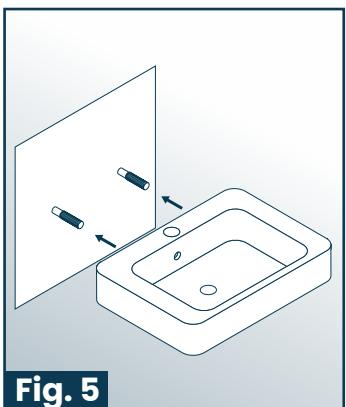
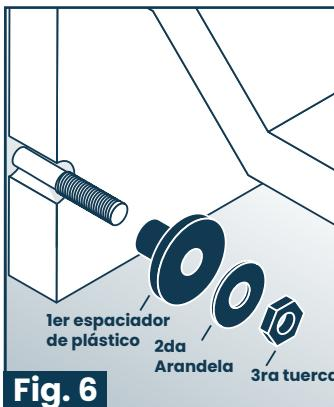

Fig. 5
Fig. 6
6. Hang the sink onto the bolts and slide the plastic spacer and washer over the bolt(s), followed by the metal washer and nut. (Fig. 5) (Fig. 6)
- Cuelgue el fregadero en los pernos y deslice el espaciador de plástico y la arandela sobre los pernos, seguidos por la arandela de metal y la tuerca. (Fig. 5) (Fig. 6)
6. Accrochez l'évier aux boulons et faites glisser l'entretoise en plastique et la rondelle sur le(s) boulon(s), suivies de la rondelle et de l'écrou en métal. (Fig. 5) (Fig. 6)